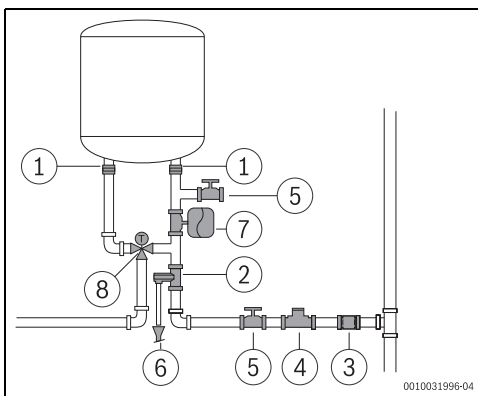

Fig. 14
- ▶ Se recomandă să instalați un robinet termostatat (Fig. 14, [8]) la nivelul tubului de evacuare al aparatului dacă se utilizează tuburi PEX. Acesta trebuie să fie reglat astfel încât să corespundă puterii materialului utilizat.
- ▶ Nu instalați niciodată accesorii (altele decât cele prezentate în Fig. 14) între supapa de siguranță și intrarea pentru apă rece (partea dreaptă) a aparatului.
- ▶ Instalați un reductor de presiune (Fig. 14, [4]). Supapa de siguranță se va activa atunci când presiunea apei din aparat depășește 8 bar (± 1 bar), motiv pentru care este necesară planificarea unui mod de scurgere a acestei ape.
- ▶ Instalați un vas de expansiune (Fig. 14, [7]) pentru a opri deschiderea supapei de siguranță în mod frecvent. Volumul vasului de expansiune trebuie să fie echivalent cu 5 % din volumul aparatului.